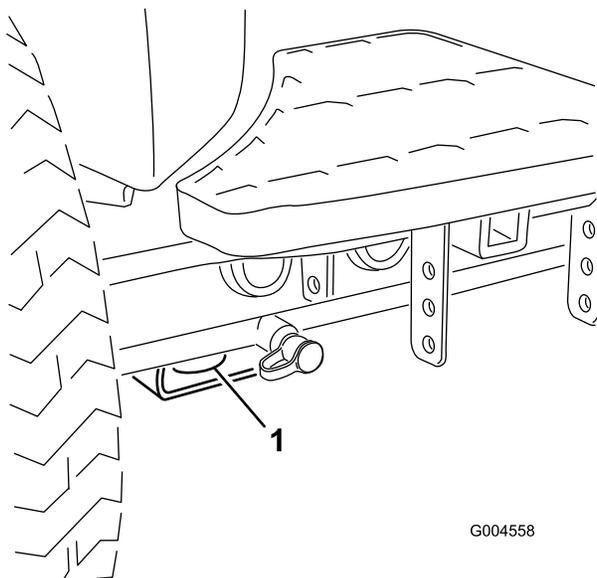
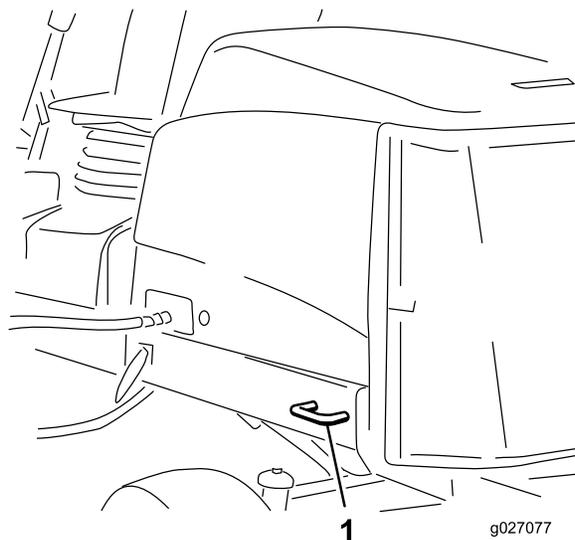

図 37
図 38
- 前各前輪の内側、アクスルチューブの下にある四角いパッド(図 37)
- 後車両の左右側それぞれの後フレーム(図 38)
- 機体についているロープ掛けポイントを使い、チェーンやロープ、ワイヤなど適切なものでしっかりと機体をトレーラに固定する 図 37 と 図 38。
- 前各前輪の内側、アクスルチューブの下にある四角いパッド 図 37
- 後車両の左右側それぞれの後フレーム 図 38